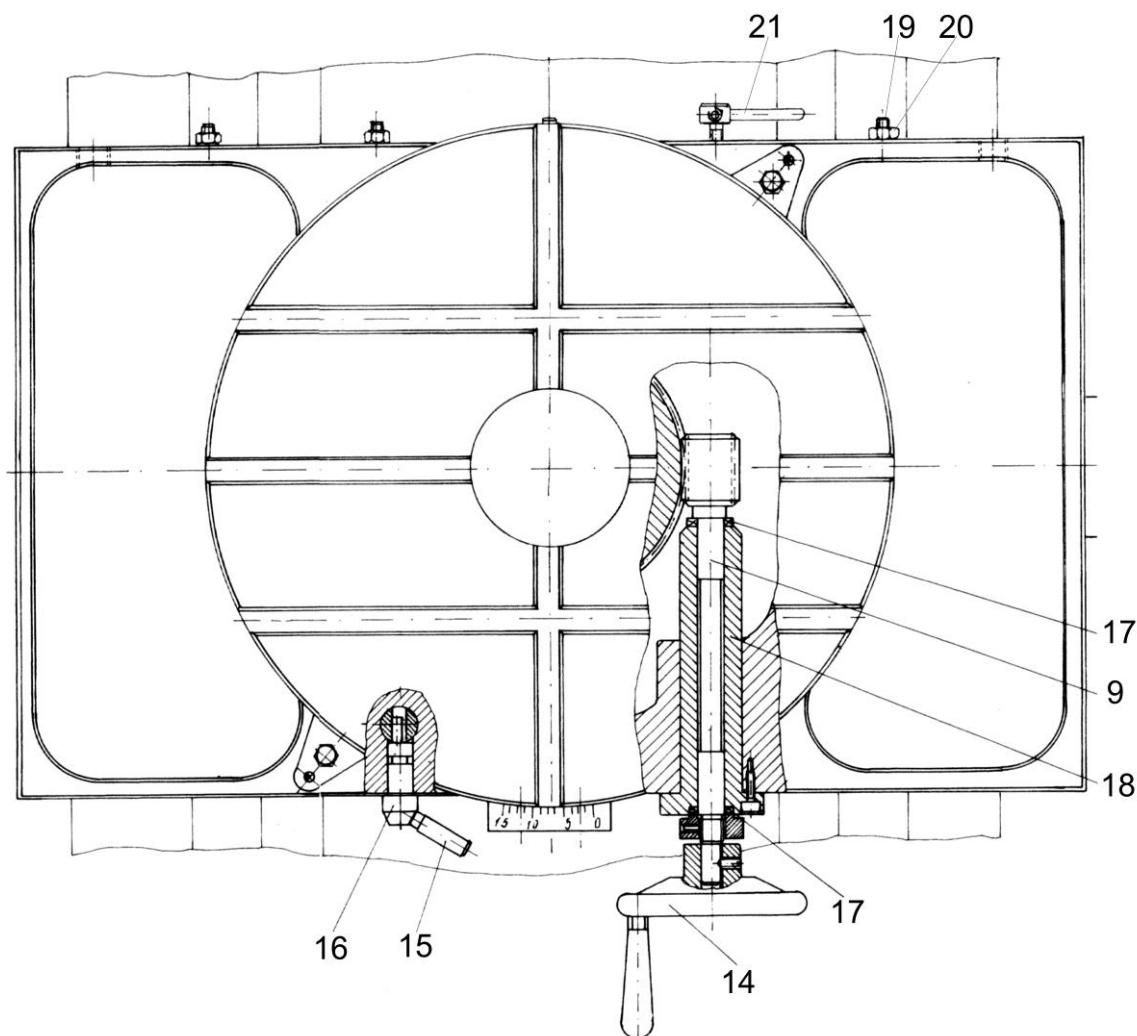

fig. 13
Sulla tavola si depone in maniera determinata il dettaglio lavorato – direttamente sulla tavola, in mandrino universale o in qualche altra maniera. La tavola rotante pos. 2 di fig. 13 è montata sulla tavola trasversale della macchina, denominata base della tavola rotante (pos. 1). Essa ha apertura centrale nella quale si monta la flangia speciale pos. 3, sulla quale è montata la coclea 10. La flangia è sopportata da due cuscinetti nella base della tavola rotante – uno radiale 12 e uno a rulli conici 11, tramite il quale con l'ausilio del dado 13 la tavola rotante viene fissata senza giochi alla superficie frontale della base. L'azionamento della coclea e della tavola si realizza mediante la coclea 9 e la maniglia 14. Dalla parte inferiore della tavola rotante sono incastrate numero 24 (tra 15⁰) bussole temperate con apertura a cono. Nel girare della tavola dette bussole capitano sopra il fissatore 7, che entra nell'apertura a cono della bussola e assicura preciso posizionamento della tavola in questa situazione (la così detta divisione diretta). In questa maniera si garantisce rapido e preciso (essendo eliminati i giochi nel meccanismo divisorio, e l'errore nel posizionamento del canale lavorato è 0.02 mm per diametro 400 mm) metodo di lavorazione di bussole scanalate col piè spesso incontrato numero di canali, e precisamente 2, 3, 4, 6, 8, 12 e 24. Il disinserimento del fissatore si realizza con l'ausilio dell'eccentrico 16 e la maniglia 15. Girando la maniglia in direzione contraria all'orologio, l'eccentrico ritira il fissatore nella sua apertura e libera il giro della tavola.
Dopo centraggio della tavola in direzione longitudinale fermate il movimento longitudinale con la maniglia 21. Il movimento viene fermato tramite i due dadi 4 di fig. 13. Non è necessario stringere estremamente forte. Nel caso comune basta serrare con forza di circa 10 – 15 Nm.